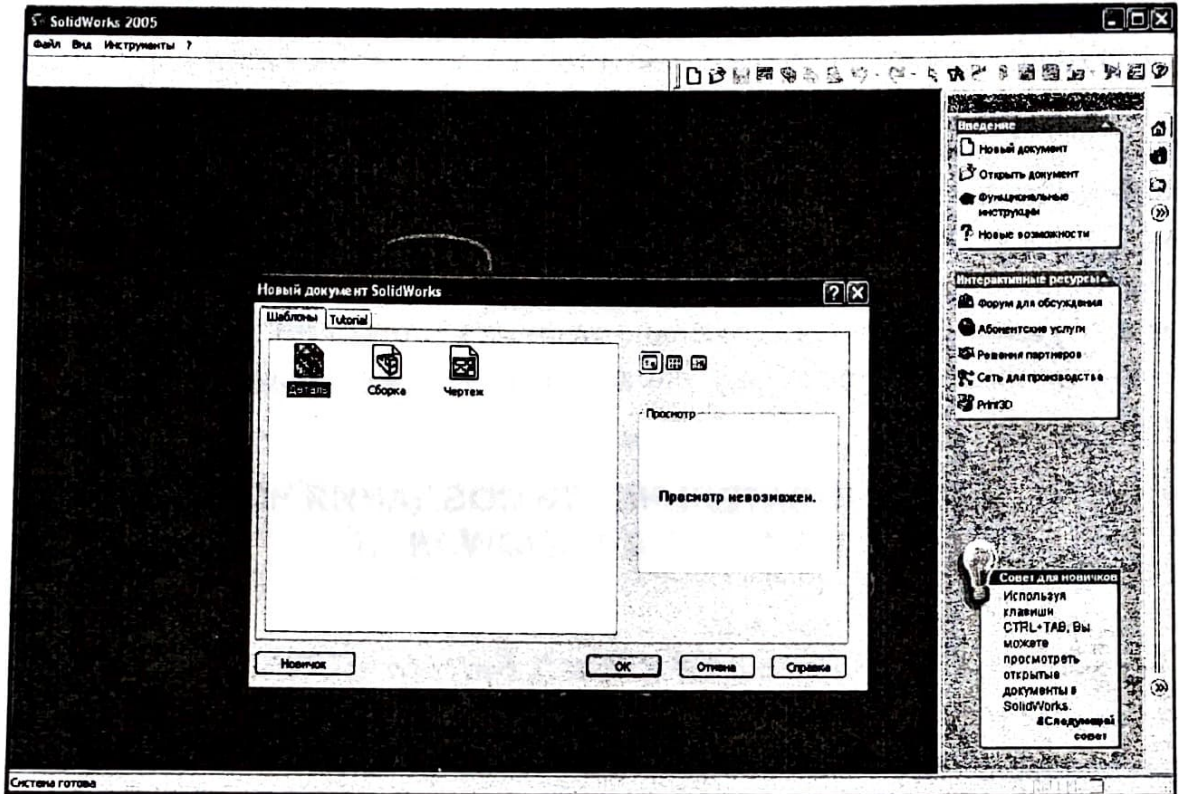

Рис. 1
1) Запустить программу *SolidWorks*. В появившейся заставке (рис. 1) нажать на кнопку "*Новый документ*". На экране появляется дополнительная заставка. В ней найти кнопку "*Деталь*". Нажать *OK*.